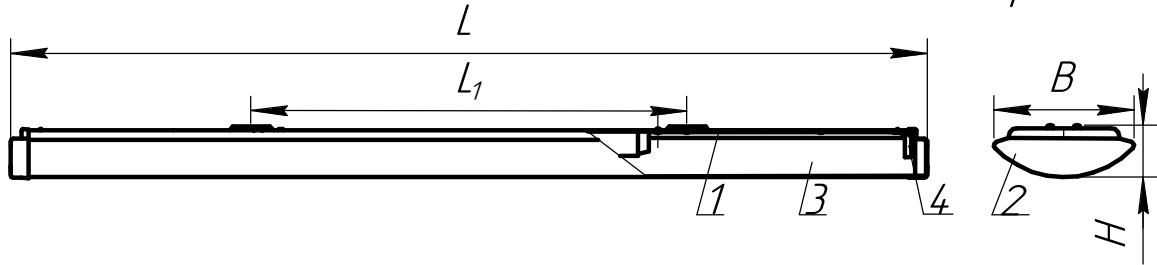

Рисунок. 1 1.Корпус в сборе. 2.Крышка 3.Рассеиватель.4.Патрон.
4.2 Светильники в соответствии с Рис.1 состоят из корпуса поз.1.в котором размещена электрическая схема. двух торцевых крышек поз.2.и рассеивателя поз.3.